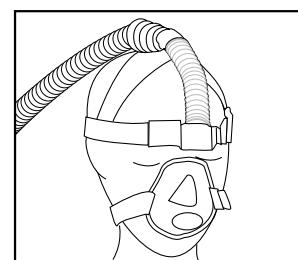

Figura 7
- Colóquese la mascarilla sobre el rostro. Tense las tiras para ajustarla cómodamente sin que le apriete **Figura 7**.